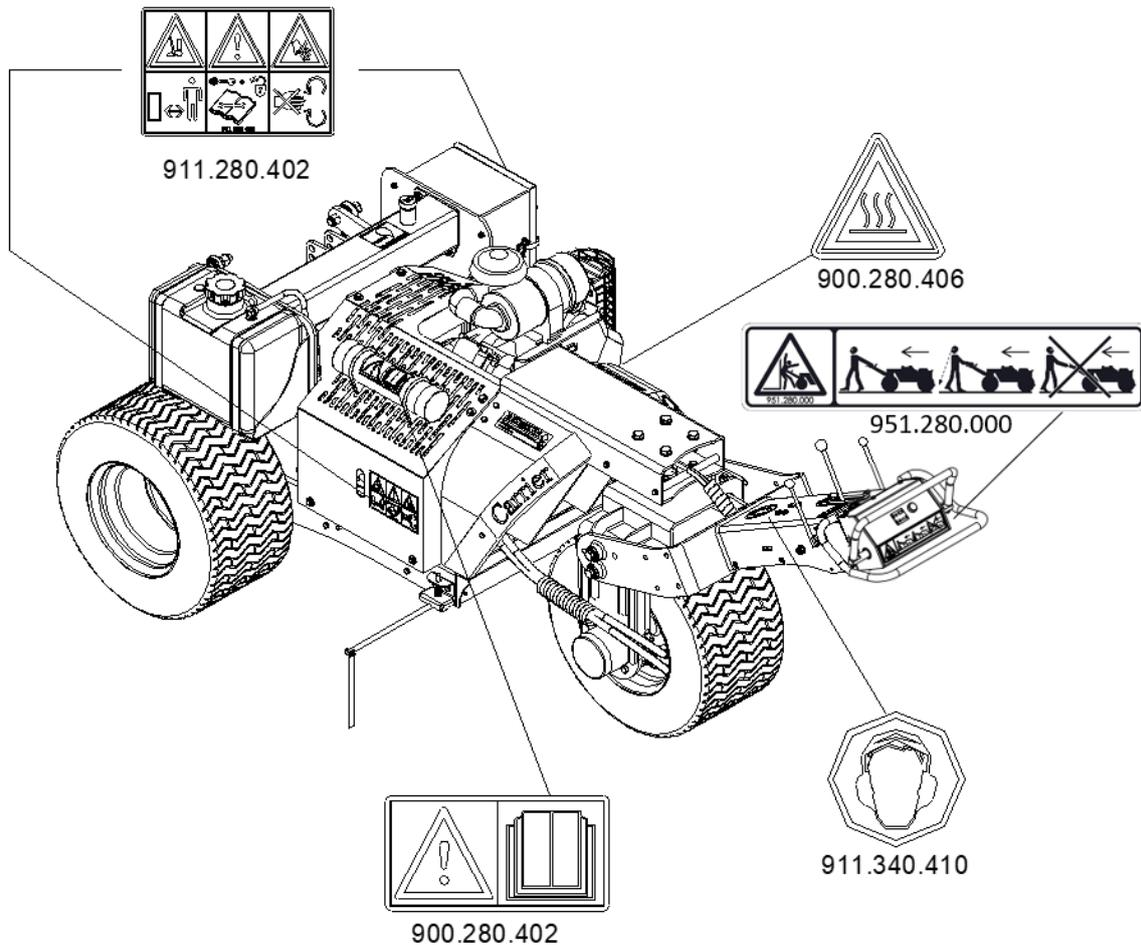

Abb. 7
8. Platzierung der Sicherheitsetiketten. (Abb. 7)